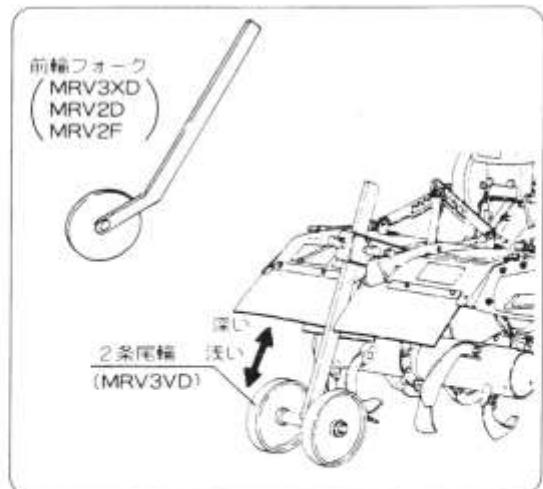

図22
- ① 前輪を上下することにより作業深さを変えることができます。（図22）